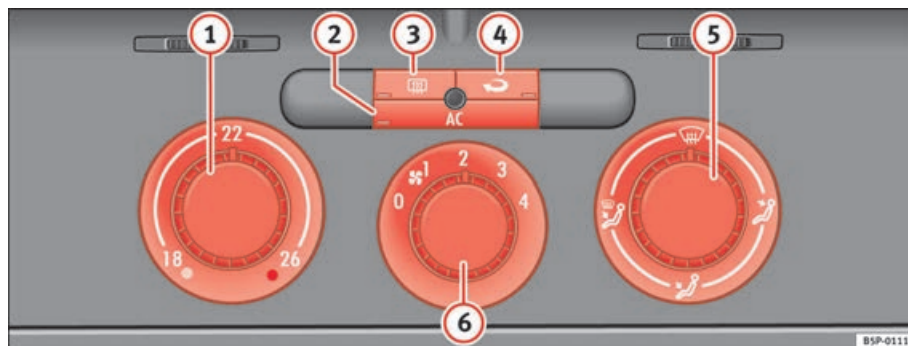

Fig. 129 Comandos do Climatic no painel de instrumentos
- Com os reguladores ⇒ fig. 129 (1) e (5) e com o interruptor (6) é ajustada a temperatura, a distribuição do ar e o nível do ventilador.
- Premir o respectivo botão (2), (3) ou (4) para ligar e desligar a respectiva função. Quando a função está activa, a janela que se encontra no canto inferior esquerdo do botão ilumina-se.
- (1) Regulador da temperatura ⇒ página 159
- (2) Botão – Ligar/desligar a refrigeração ⇒ página 159
- (3) Botão – Desembaciador do vidro traseiro. Cerca de 20 minutos depois de ser activado, o aquecimento é automaticamente desligado. Pode ser também desligado antes, premindo o respectivo botão.
- (4) Botão – Recirculação do ar ⇒ página 161
- (5) Regulador da distribuição do ar ⇒ página 159
- (6) Interruptor do ventilador. O caudal de ar é regulável em quatro níveis. A baixa velocidade o ventilador deve funcionar também sempre num nível baixo.
- Ligar o ar condicionado com o botão ⇒ página 158, fig. 129 .